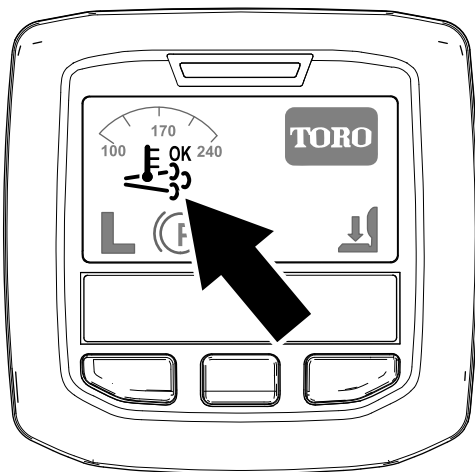

Figure 24
- L'icône de régénération assistée/réinitialisée s'affiche dans l'InfoCenter (Figure 24).